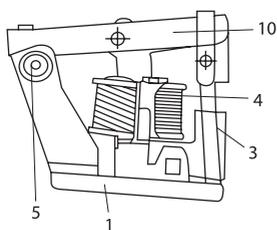

Рисунок 5. Магнитная система контакторов
выводами (9) для подключения к управляемому электрооборудованию. Вал (5) с обоих концов закреплен в опорных стойках (6) и может свободно поворачиваться на угол в 15-20°. Подвижные контакты подпружинены, чем регулируется усилие нажатия и провал при смыкании с неподвижными. С противоположной от катушки управления стороны вала (5) установлен блок дополнительных контактов (7), переключающихся при повороте вала. Для обеспечения гашения дуги, возникающей в процессе коммутации, и исключения «перекрытия» между фазами каждая пара силовых контактов закрыта дугогасительной камерой (8) из цементно-асбестового композита. Дополнительная информация по основным узлам контакторов приведена на рис. 5, 6, 7.